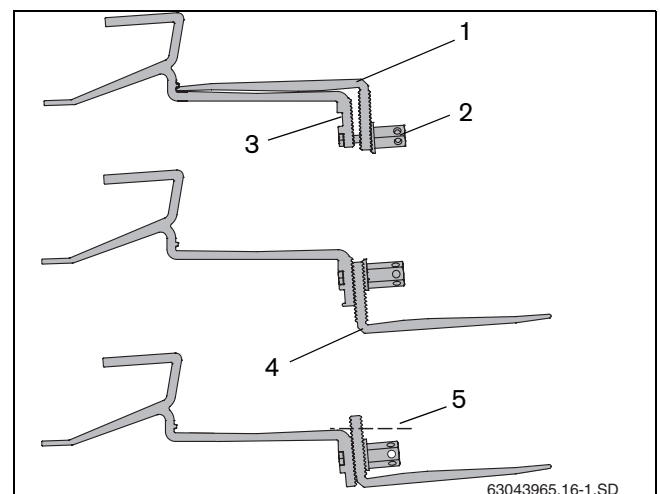

Bild 39 Dachhaken an Sparren befestigen
Bei einigen Dacheindeckungen kann es notwendig sein, den Dachhaken am Unterteil (→ Bild 39, [4]) mit Brettern/Bohlen zu unterfüttern, damit er oben auf der Pfanne aufliegt.
- Lange Sechskantmutter (→ Bild 39, [2]) festziehen.
- Schraube ins obere Loch (→ Bild 39, [3]) stecken.
- Unterteil des Dachhakens (→ Bild 39, [1]) lose befestigen. Die Verbindung noch nicht fest anziehen.